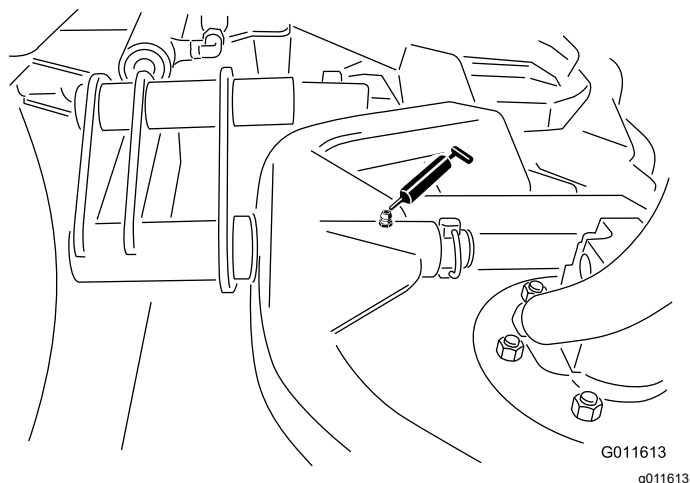

Figura 66
- Perno orientabile del telaio portante degli apparati di taglio (1 ciascuno) - Figura 66